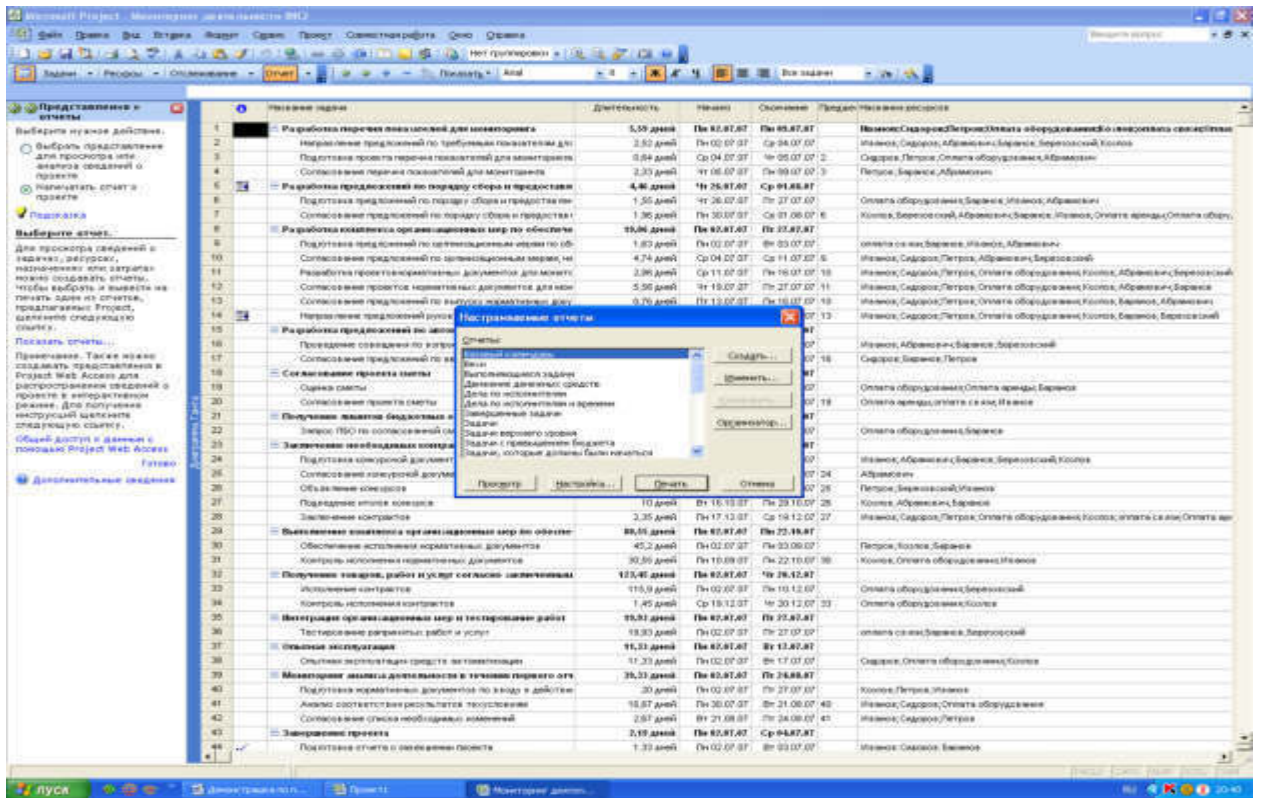

Рис. 81. Фрагмент настраиваемых отчетов
- задачи верхнего уровня и др. (См. рис. 81).